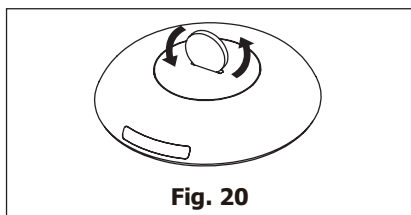

Fig. 20
- 2.** Usare una moneta o un oggetto simile per ruotare il coperchio posteriore in senso anti-orario fino ad aprirlo (Fig. 20 & 21).